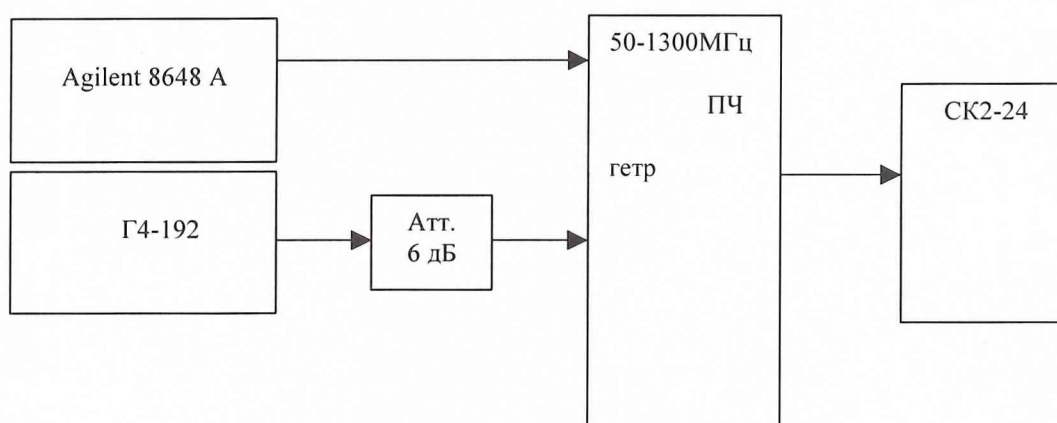

Рис. 7
4. На частоте 1000 МГц поверяемый генератор, гетеродин Г4-192, стенд поверки генератора и СК2-24 соединяют согласно рис.7.